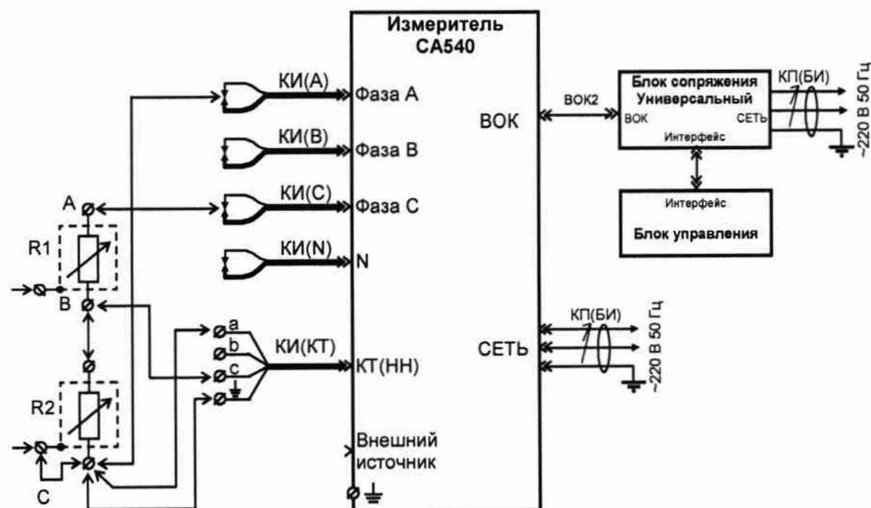

Рисунок 28
8.12.49 Подключите вывод "а" кабеля КИ(КТ) к точке "В" делителя, а вывод "с" кабеля КИ(КТ) – к точке "С" (рисунок 28).